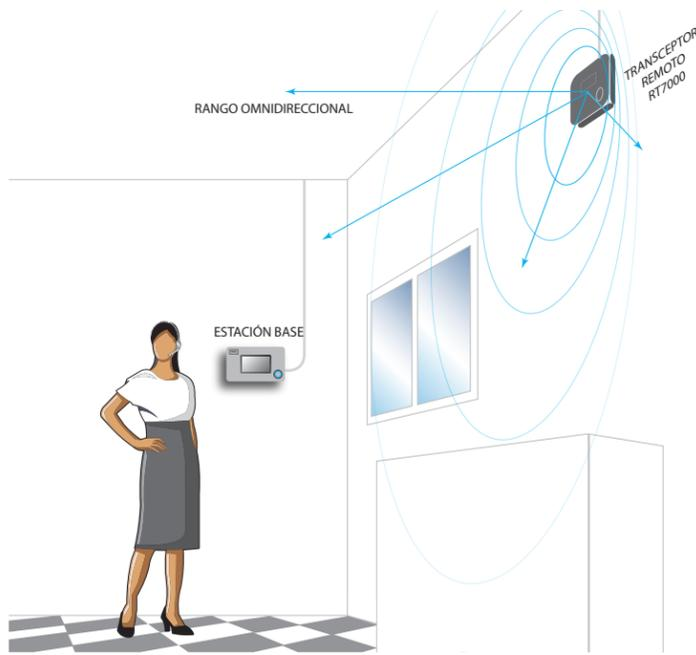

Fig. 1.1
- La altura de montaje de la estación base debe estar entre el nivel del hombro y de los ojos de una persona de estatura promedio (ver la fig. 1.1).